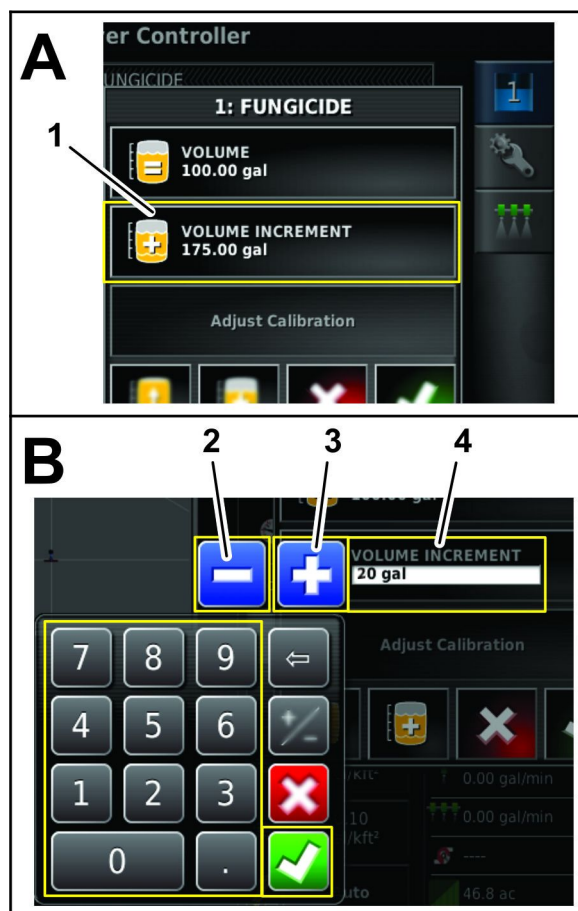

Figura 39
1. Premete l'icona RIEMPIMENTO SERBATOIO (Figura 39).